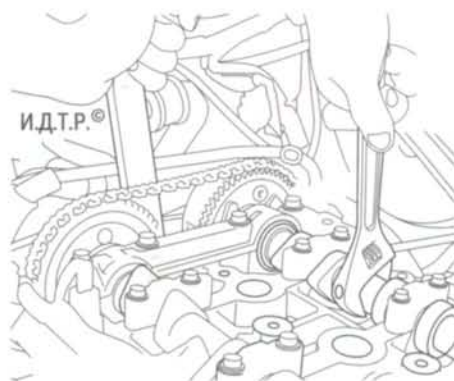

Рис. 5.6. Проворачивание распределительного вала выпускных клапанов
14. Немного проверните распределительный вал выпускных клапанов по часовой стрелке и снимите цепь со звеньев шестерни вала (рис. 5.6).